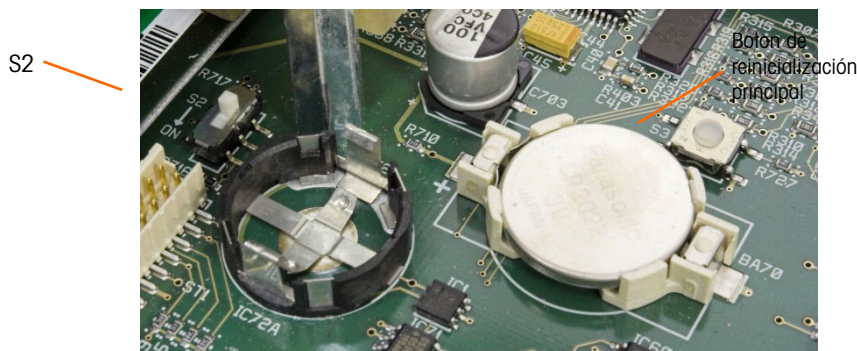

Figura A-36: Ubicación del botón principal de reinicialización del PCB principal
Para borrar toda la programación en la terminal y reinicializar todas las configuraciones a sus valores de fábrica, presione el botón de reinicialización j principal unto a la batería. La Figura A-36 marca la ubicación de este botón. Este proceso se describe en el **Manual técnico de la IND780**, Capítulo 4.0, **Servicio y mantenimiento**.
- Para reiniciar la información de la báscula también, el S2 (mostrado en posición "OFF" en la Figura A-36) debe estar en "ON" antes del reinicio maestro.